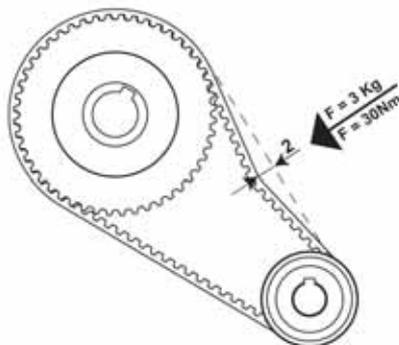

figura 13
- 3 La corretta tensione è quella evidenziata nella figura 13.